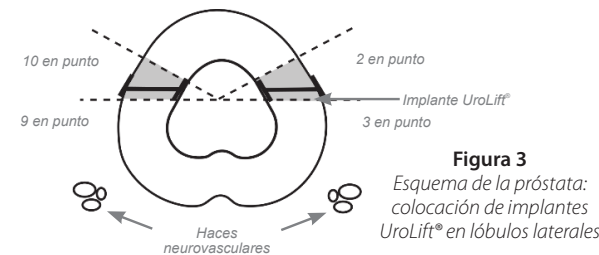

Figura 3
2.2.2 Para evitar las estructuras prostáticas externas (como los haces neurovasculares), coloque la punta del aplicador en la cara anterior de la próstata en la posición de las 2-3 o de las 9-10 en punto (figura 3). Oriente la punta de manera que la aguja se despliegue lateralmente (la aguja se despliega alineada con el mango del aplicador).